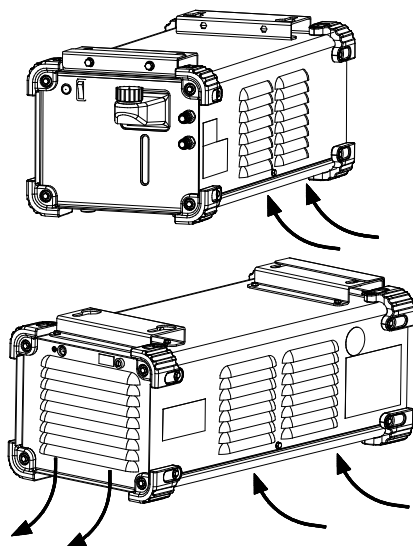

Figure 3.
9. Ouïes d'aération: Permettent la bonne circulation de l'air de refroidissement (Figure 3).